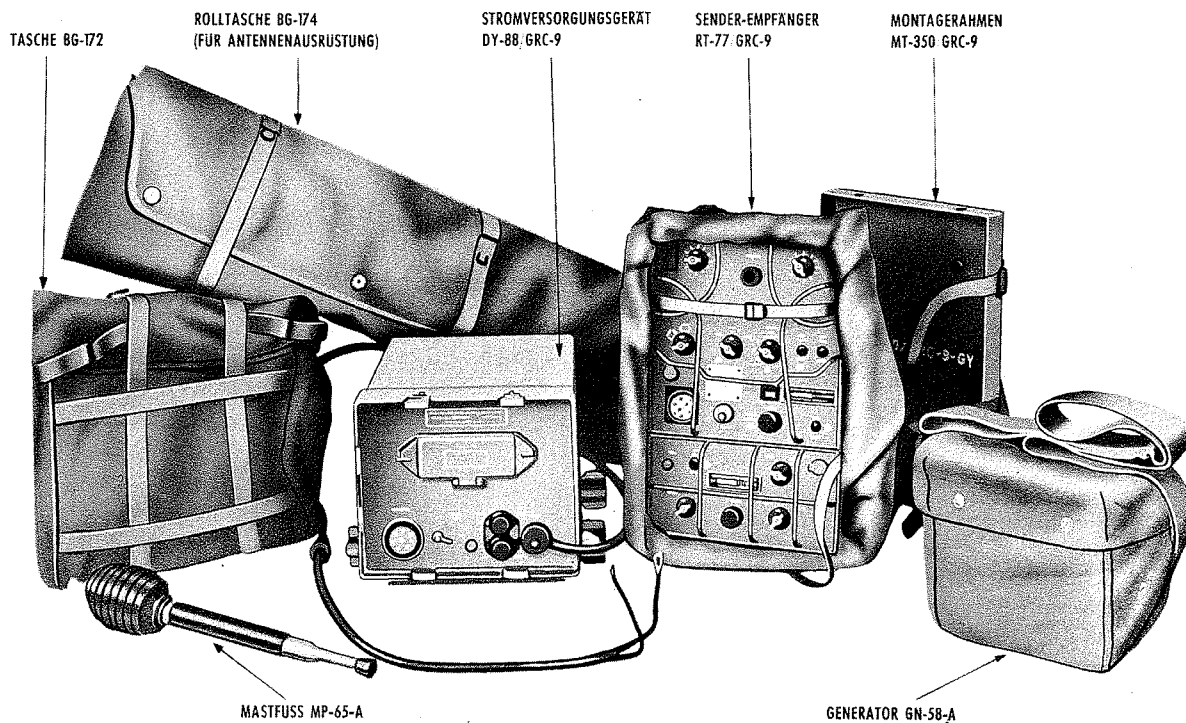

Bild 2 Funkgerätesatz GRC-9
b) Das Sende-Empfangsgerät RT-77/GRC-9 wird quartz- oder oszillatorgesteuert. Es sendet und empfängt unmodulierte und amplitudenmodulierte Signale in dem Frequenzbereich von 2—12 MHz. Der Handgenerator GN-58-A liefert die erforderlichen Spannungen für den Betrieb der Anlage. Für Fahrzeuganlagen steht ein Stromversorgungsgerät DY-88/GRC-9 zur Verfügung, das ebenfalls sämtliche Spannungen für das Sende-Empfangsgerät liefert und an eine Fahrzeugbatterie angeschlossen wird. Eine Anzahl zusätzlicher Teile ist in Abschnitt 1.2.5 aufgeführt (vgl. auch Bild 2).